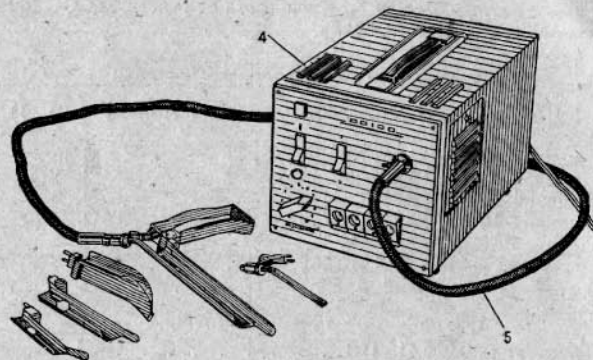

Рис. 2. Ларингоскоп с волоконным световодом и осветителем ОС 100 ЛрВС-2:
3.2. В комплект каждого ларингоскопа ЛрВС-2 (рис. 2) входят:
Освещение предмета наблюдения осуществляется с помощью осветителя 4, свет от которого передается по стекловолоконному кабелю 5 и затем по световоду (прямому или изогнутому) ларингоскопа (см. рис. 2).
5.4. Соедините световод ларингоскопа со стекловолоконным кабелем 5 осветителя ОС 100 (см. рис. 2).